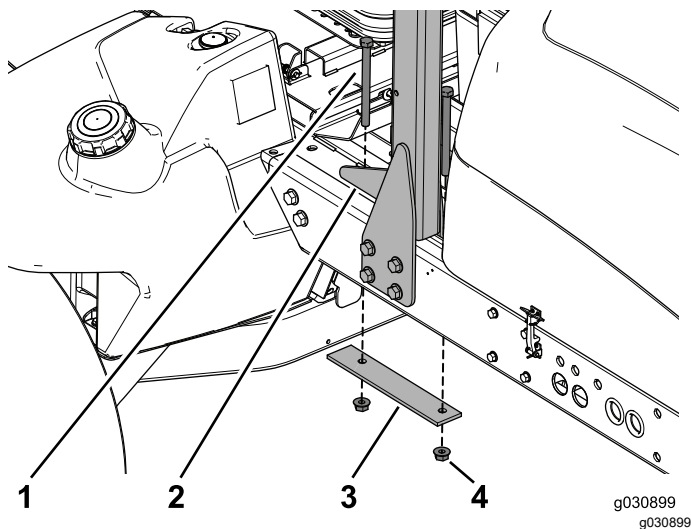

Figura 4
3. Retire y guarde los 2 pernos, la pletina de refuerzo y las 2 tuercas con arandela prensada que sujetan la barra antivuelco a la parte superior del bastidor (Figura 4).